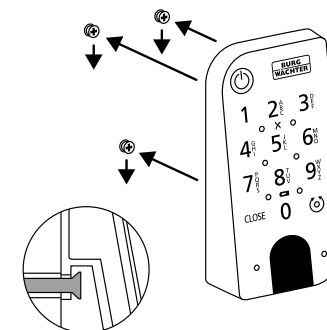

Fig. 4
- 4 Coloque el teclado sobre las cabezas de los tornillos tal y como se indica en la Figura (Fig. 4).